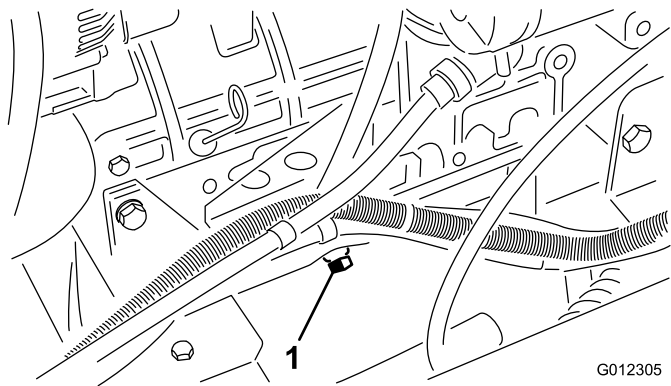

図 31
1. ドレン・プラグ（図 31）を外してオイルを容器に受ける。